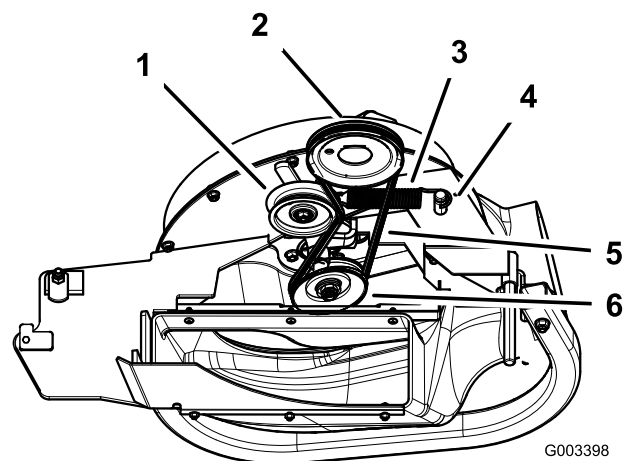

Figura 14
1. Para plataformas de 152 cm e 182 cm, instale a correia em redor da polia do soprador (Figura 14).